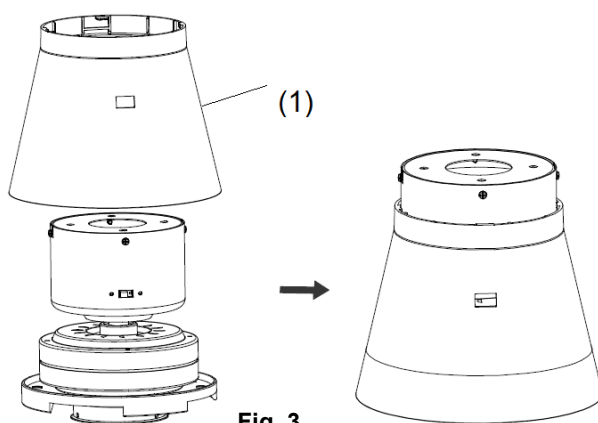

Fig. 3
- Monteer de motorbehuizing (1) op de motor. (Afb.3)